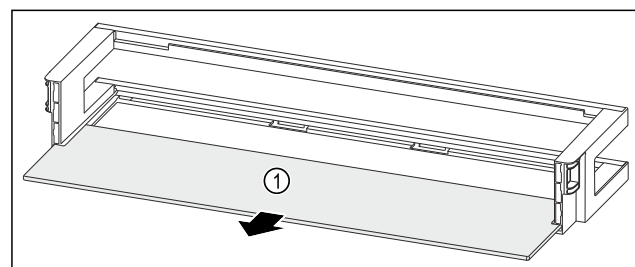

Fig. 132 Dvevní přihrádka s odkládací plochou
- Odkládací plochu Fig. 132 (1) odeberte.